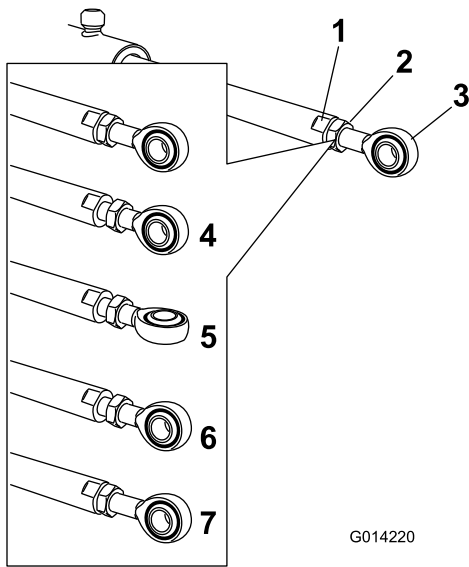

Figura 110
5. Agarre el émbolo del actuador con una llave inglesa en las zonas planas, luego afloje la contratuerca (Figura 110).
6. Gire la rótula en el émbolo del actuador para acortar o alargar el actuador extendido a la posición deseada (Figura 110).